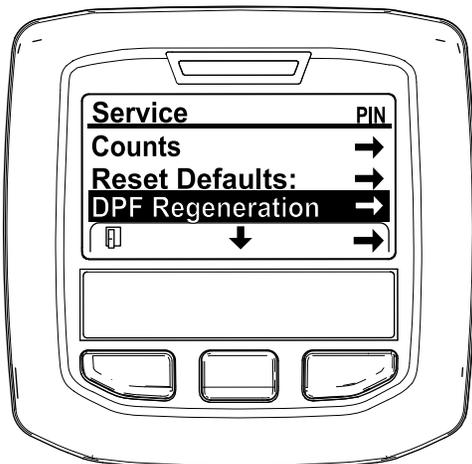

Рисунок 50
3. В SERVICE MENU (МЕНЮ ТЕХОБСЛУЖИВАНИЯ) нажмите и удерживайте в нажатом положении среднюю кнопку, пока не появится опция DPF REGENERATION (РЕГЕНЕРАЦИЯ DPF), затем нажмите правую кнопку, чтобы выбрать опцию DPF REGENERATION (РЕГЕНЕРАЦИЯ DPF) (Рисунок 50).